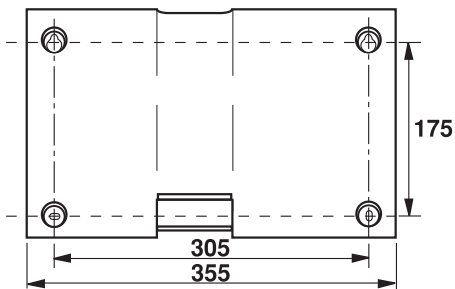

fig. 2
- à l'aide du plan de perçage *fig. 2*.